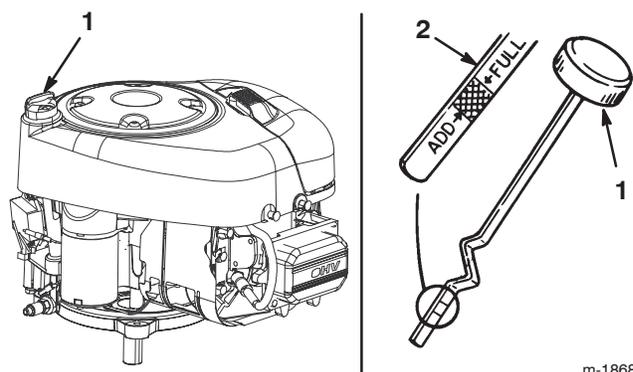

Figure 17
8. Nettoyez la surface autour de la jauge d'huile (Fig. 17) pour éviter que des impuretés ne s'introduisent dans le goulot de remplissage, ce qui risquerait d'endommager le moteur.
9. Dévissez la jauge d'huile et essuyez soigneusement l'extrémité métallique (Fig. 17).
10. Revissez la jauge complètement dans le tube de remplissage (Fig. 17). Dévissez de nouveau la jauge et examinez l'extrémité métallique. Si le niveau est bas, versez lentement une quantité d'huile suffisante dans le tube de remplissage pour amener le niveau au repère du plein (Full) sur la jauge.
13. Versez lentement environ 80% de la quantité d'huile spécifiée dans le goulot de remplissage (Fig. 17). Contrôlez le niveau d'huile (voir les points 4 et 5 de la rubrique Contrôle du niveau d'huile, page 22).